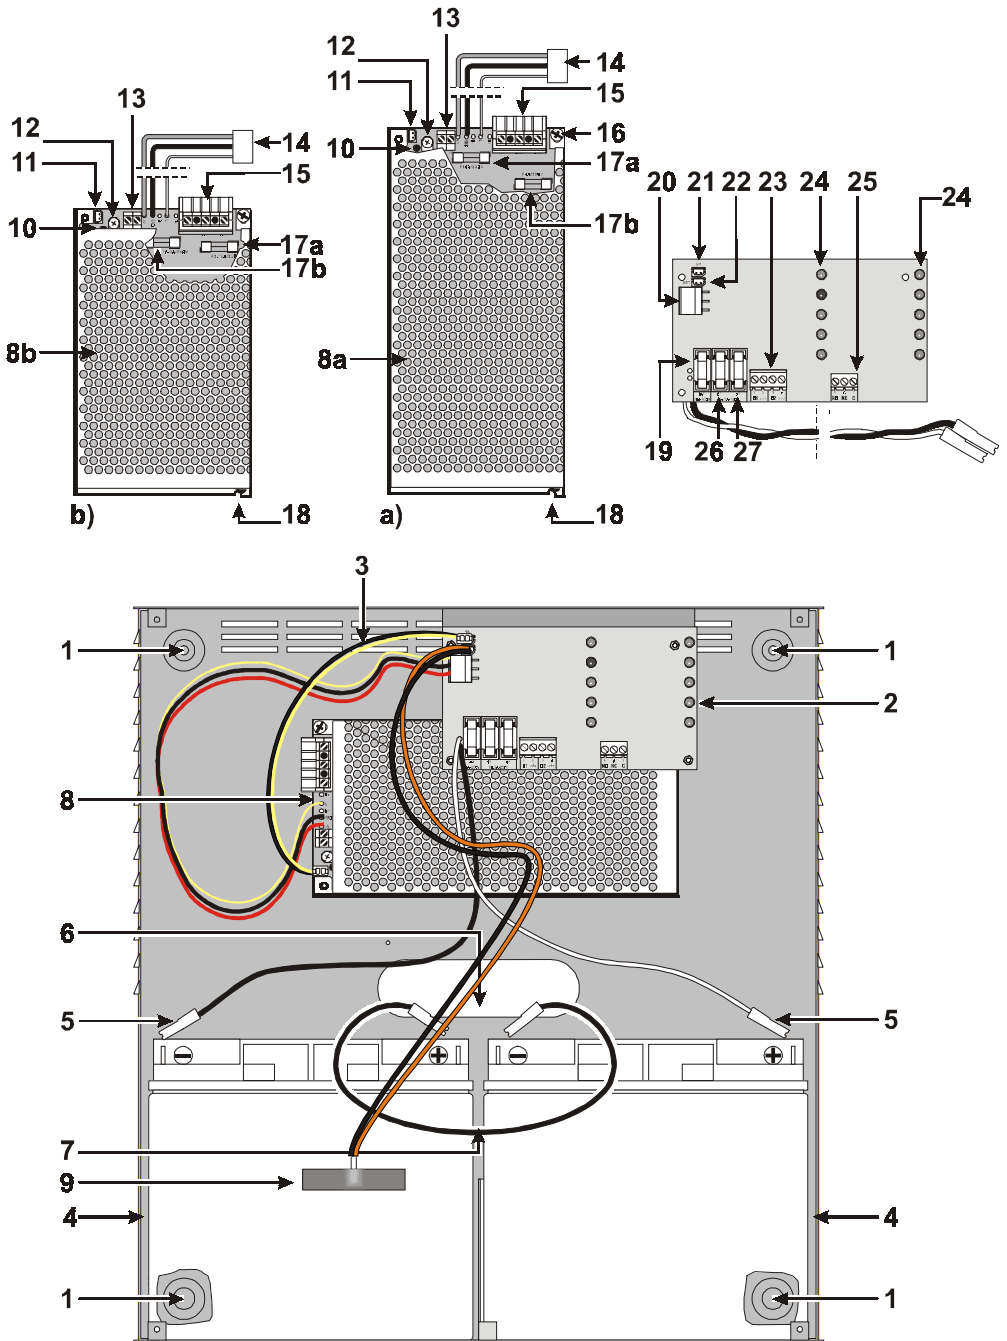

Fig. 1 - Componentes - Descrição da fonte de alimentação - Parts
- Colocar a bateria depois, usando os ligadores (5), ligue a ao PCB. Quando utilizar uma Bateria de 17Ah, use terminais em vez dos ligadores (5). Os terminais devem estar seguros por parafusos.
**Assegure se que a polaridade da ligação esta correcta. No caso de troca de polaridade, troque o fusível 19 (T8A250V). As fontes DPM24 requerem 2 baterias de 12V que quando ligadas em série por meio do ligador das baterias em série (7) fornecem 24V (ver fig. 1).**
- Locate the battery then, using the connectors (5), connect it to the PCB. When connecting a 17 Ah battery, use eyelet terminals instead of the connectors (5). The eyelet terminals must be secured by means of a screw and nut.
**Ensure the connection polarity is correct. In the event of unintentional inversion, change the fuse 19 (T8A250V). The DPM24 Power Supply Station requires two 12 V batteries that, when connected in series by means of jumper 7 will supply 24 V (see fig. 1).**